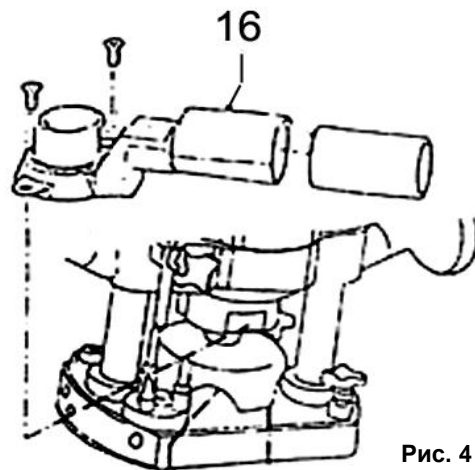

Рис. 4
- Данный адаптер (13)(См. Рис.4) позволяет подсоединить строительный или бытовой пылесос к Вашему инструменту, для более чистой работы.